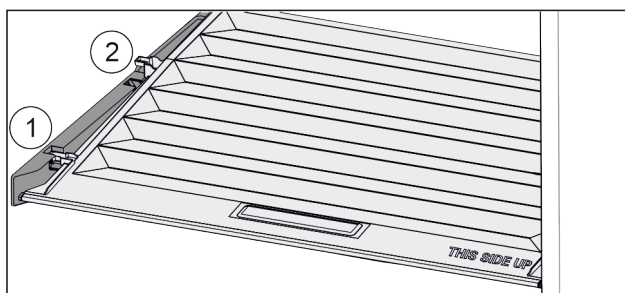

Fig. 45
- ▶ 将盖子向前拉 Fig. 45 (1) 至定位件开口。
- ▶ 从下方抬起后端并向上将其移出 Fig. 45 (2)。